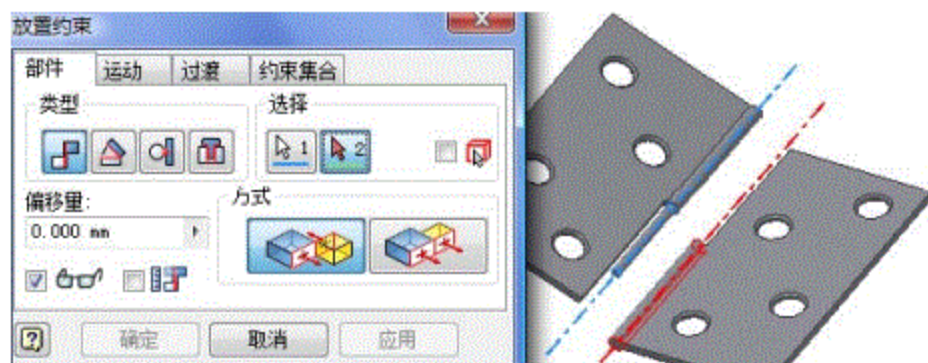

图3-10 配合约束应用1
1) 单击功能块上的约束按钮，在“放置约束”对话框中选择“部件”选项卡中的配合约束。选择“合页1”轴的侧面与“合页2”轴的侧面，如图3-10所示。然后单击“确定”按钮。这样合页的轴就能绕自身轴线旋转，而其余自由度均为限定，满足了两个合页转动的装配要求。